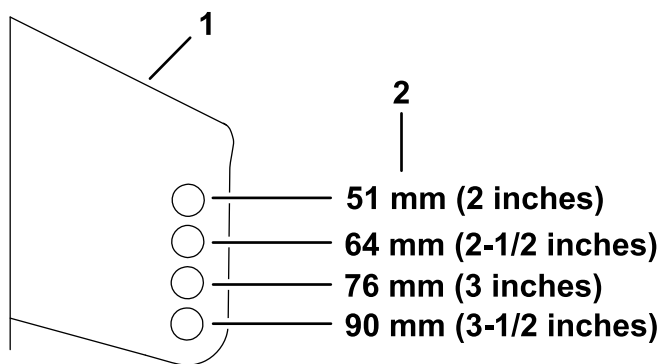

Figura 31
5. Coloque los rodillos en una de las posiciones ilustradas en la Figura 31.